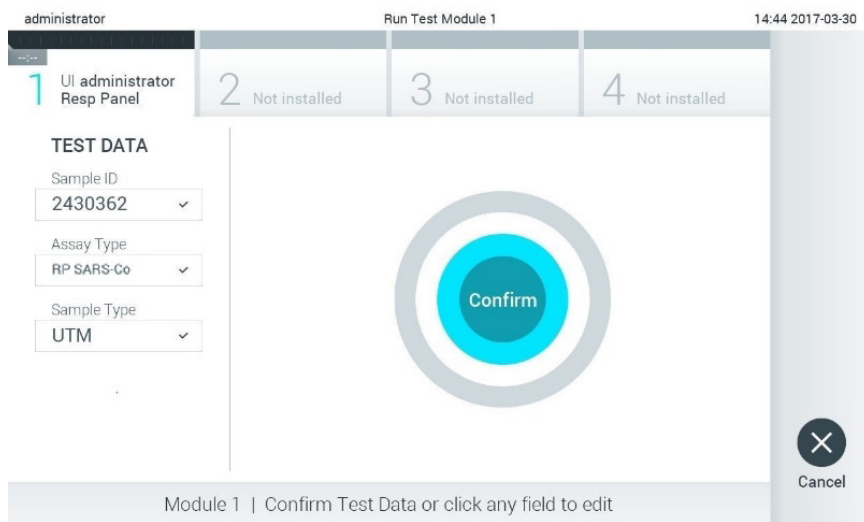

Figura 47. Confirmarea introducerii datelor.
10. Apăsați **Confirm** (Confirmare) atunci când toate datele afișate sunt corecte. Dacă este necesar, selectați câmpul corespunzător pentru editarea conținutului, sau apăsați **Cancel** (Anulare) pentru anularea testării (Figura 47).